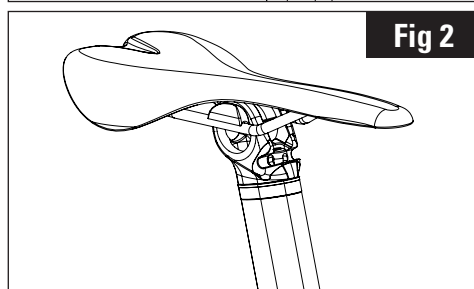

Fig 2
2. Obere Befestigung einführen - Typ (10a) mit Markierung gem. Abb. 5.1 bei einer Sattelstütze mit Rundschienen $\varnothing 7$ mm, und Typ (10b) mit Markierung gem. Abb. 5.2 bei einer Sattelstütze mit ovalen Schienen. (Abb.2)